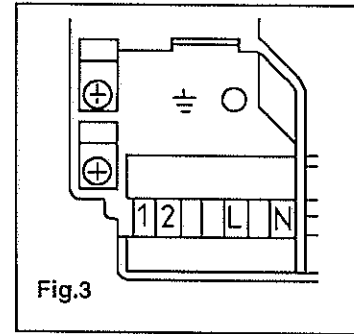

Fig.3
**Draht- und Klemmenidentifizierung: (Abbildung 3)**
- \* braun = Leitung (L)
- \* hellblau = Neutral (N)